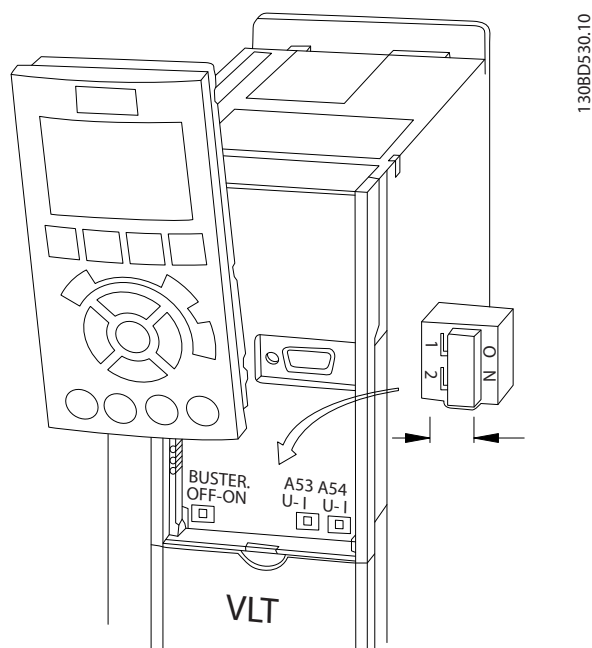

Рисунок 4.13 Расположение переключателей клемм 53 и 54
1. Снимите панель местного управления (см. Рисунок 4.13).
- Замкните каждый сегмент на обоих концах, используя либо переключатель оконечной нагрузки (включатель/выключатель клемм шины, см. Рисунок 4.13) на преобразователях частоты или оконечную резисторную схему со смещением.